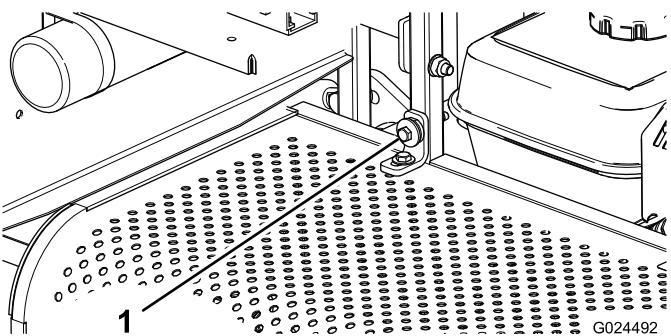

Figure 1
- Retirez le boulon de fixation et soulevez le couvercle arrière (Figure 1).